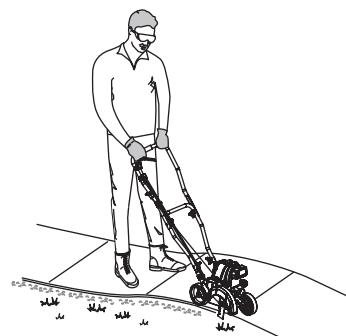

Fig. 10
1. Coloque el eje superior en el eje intermedio. Asegúrese que la curva en "V" en el mango esté apuntando hacia arriba (hacia la parte delantera de la unidad) y que el control del regulador esté en el lado derecho cuando el operador separe en la posición de funcionamiento (Fig. 10). Mantenga el cable del regulador y el conjunto de alambres por el frente de la unidad.
- Párese en la posición de arranque (Fig. 10). Párese derecho. No se incline sobre el aparato.